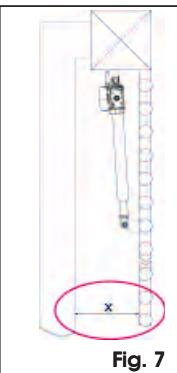

Fig. 7
**⚠ Una volta installato l'operatore verificare che la quota "X" di Fig. 7 sia minimo 500 mm. Se la quota "X" è inferiore ai 500 mm è necessario eseguire una prova d'impatto nel punto evidenziato in Fig. 7, come descritto nella norma UNI EN 12445 e verificare che i valori rilevati siano conformi con quanto stabilito dalla norma UNI EN 12453.**